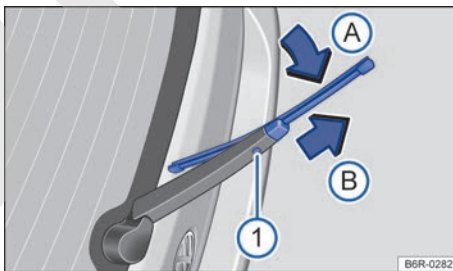

Fig. 97 Cambio de la escobilla limpiacristales de la luneta.
- Mantenga pulsada la tecla de desbloqueo → fig. 97 ①.
- Doble la escobilla en dirección al brazo del limpiacristales → fig. 97 (flecha A) y tire al mismo tiempo en el sentido de la flecha B. Es probable que tenga que emplear bastante fuerza.